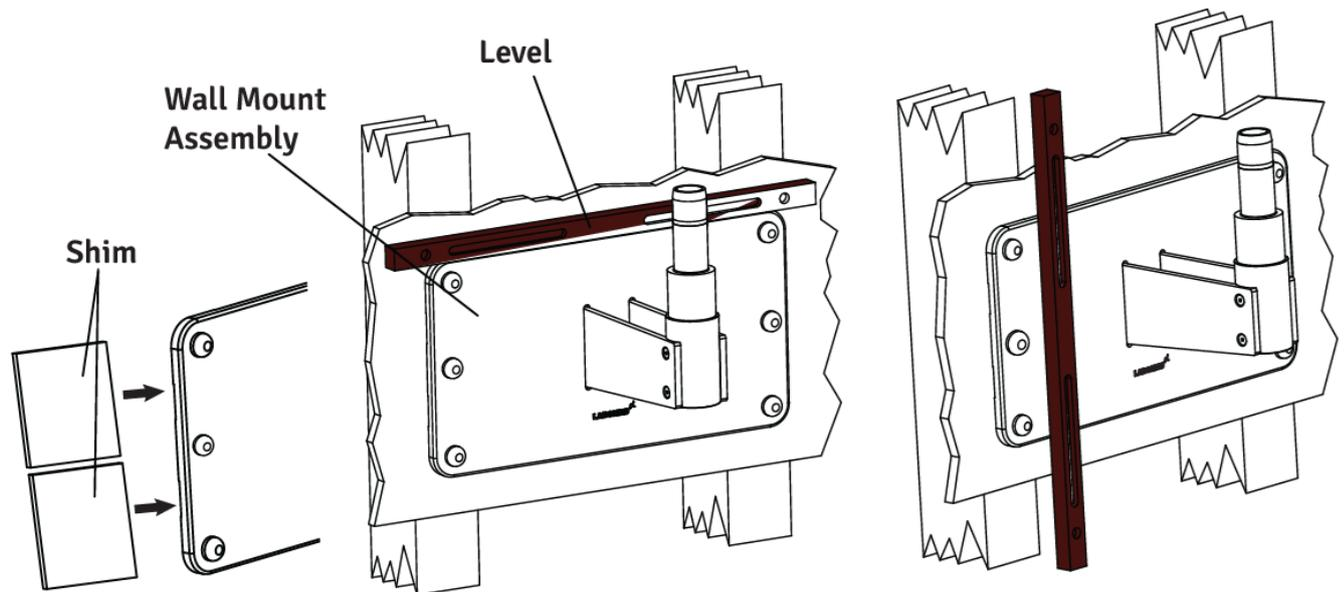

Figura 22
2. Posizionare una livella sulla parte superiore della piastra posteriore per controllare il livellamento orizzontale. Vedere Figura 22.
5. Posizionare una livella in verticale lungo la superficie del supporto a parete, su entrambi i lati, per assicurarsi che sia perpendicolare al pavimento. Vedere Figura 22.
6. Se il supporto a parete non è perpendicolare, inserire del materiale di battuta tra il supporto a parete e la parete accanto alle viti di fissaggio. Vedere la figura 22. Controllare con la livella e stringere le viti di fissaggio una volta che il supporto è a livello.
3. Montare il braccio sull'albero di montaggio a parete facendo riferimento alla figura 22 e reinstallare il tappo filettato in posizione.